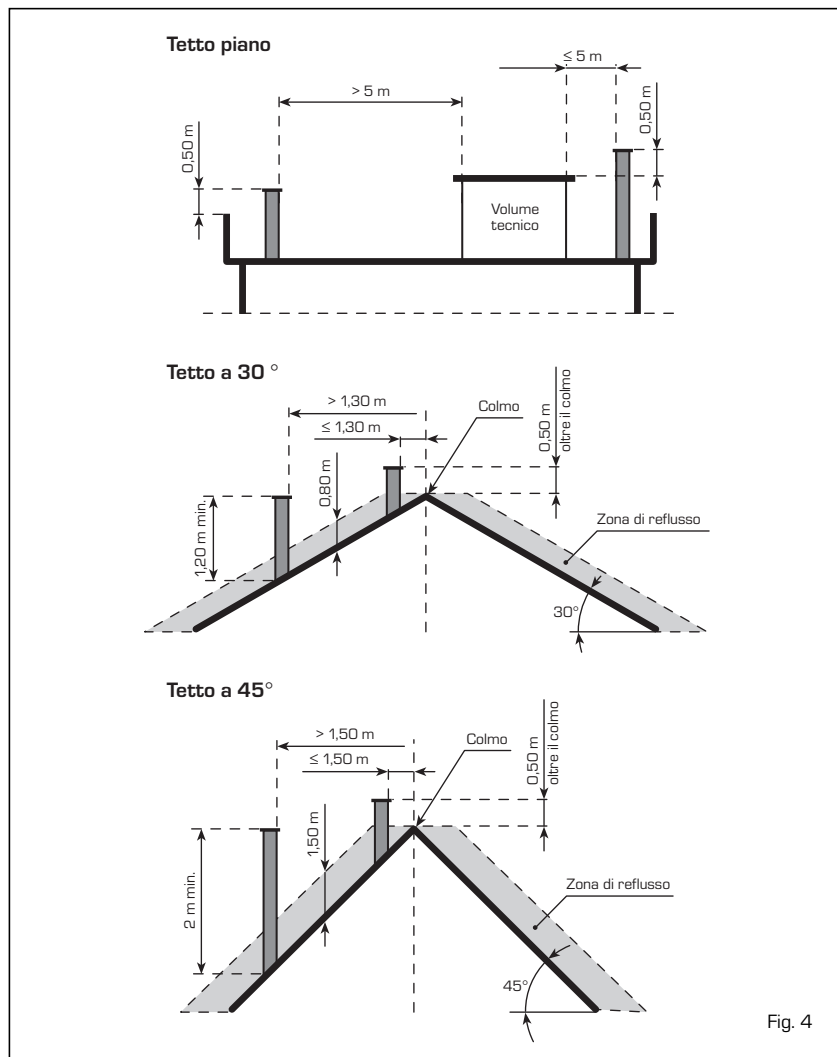

Fig. 4
- essere dotata alla sommità di un comignolo, il cui sbocco deve essere al di fuori della cosiddetta zona di reflusso al fine di evitare la formazione di contropressioni, che impediscano il libero scarico nell'atmosfera dei prodotti della combustione. È necessario quindi che vengano rispettate le altezze minime indicate in fig. 4;